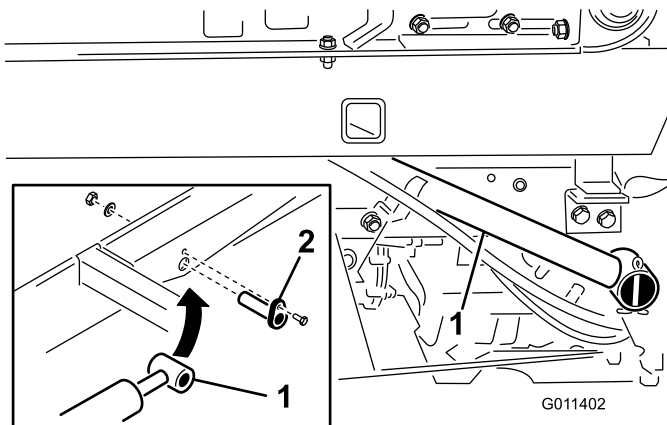

Figure 11
1. Fixez la tige de chaque vérin de relevage à la base du TopDresser avec un axe (Figure 11).
2. Fixez chaque axe de vérin à la base du TopDresser avec une vis 1/4 x 3/4", une rondelle plate et un écrou (Figure 11).